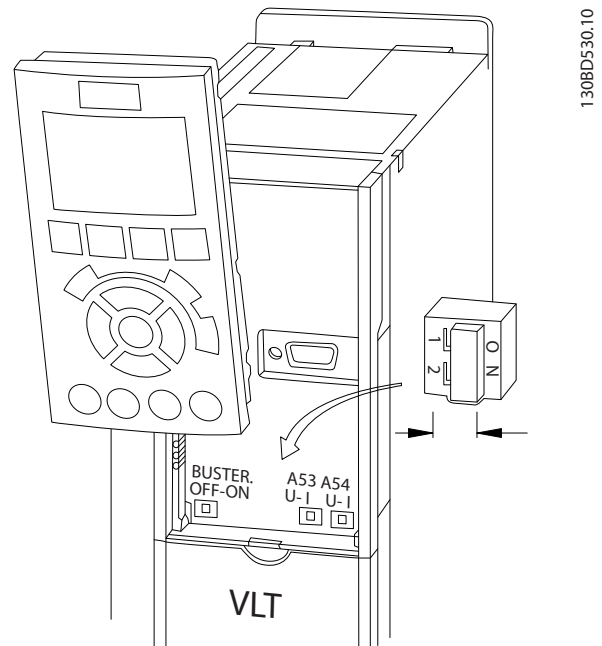

図 4.26 端子 53 と 54 スイッチの位置
- LCP (ローカル・コントロール・パネル) を外します(図 4.26 を参照)。